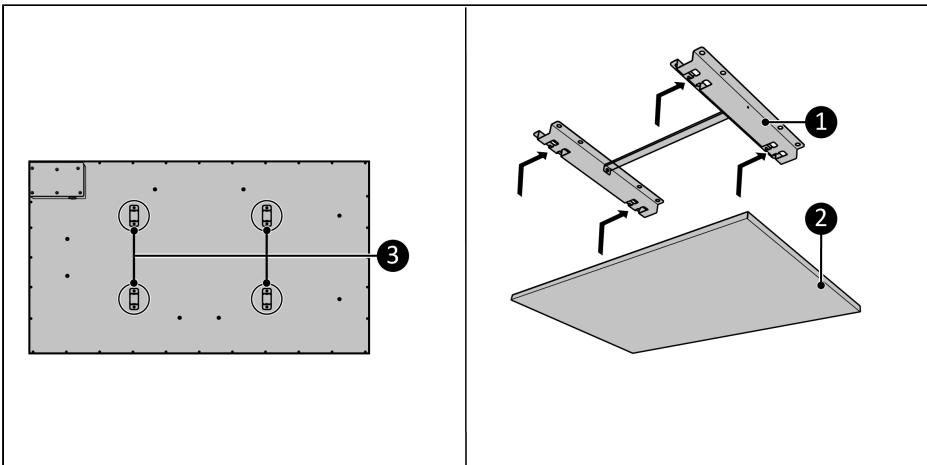

Figure 79.
8. Placez les supports de l'appareil (Figure 79, pos. 3) sur le support au plafond (Figure 79, pos. 1).
9. Glissez l'appareil (Figure 79, pos. 2) dans les ouvertures du support au plafond (Figure 79, pos. 1).